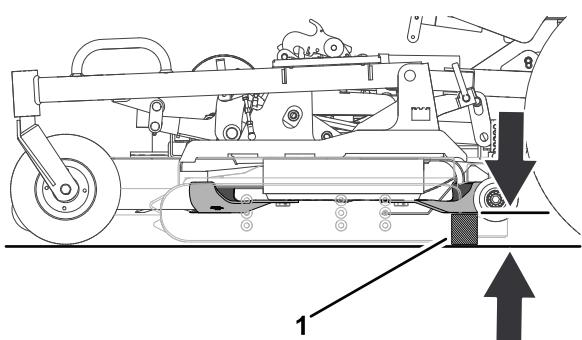

図 127
5. ゲージブロックを使って、プレートの一番後側のエッジから床面までの高さを測る図 127。